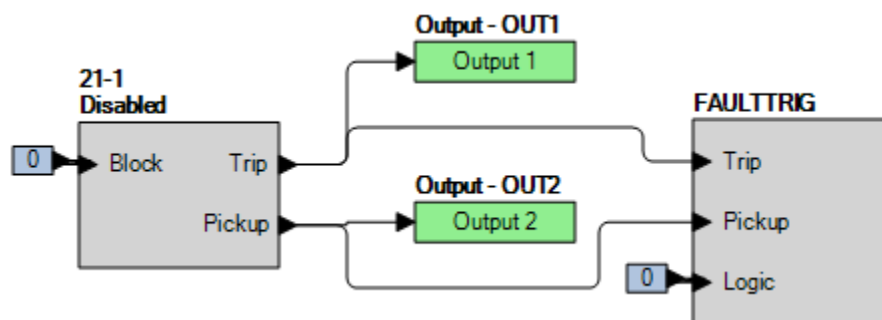

Figure 80-1. Paramètres BESTLogicPi^{us}
Étape 2 : Utilisez BESTCOMSPi^{us} pour configurer la Logique programmable BESTLogicPi^{us} illustrée dans la Figure 80-1.
Étape 4 : Préparez la surveillance de l'exécution de la fonction 21-1. Cette exécution peut être vérifiée en surveillant la sortie OUT1 (voir Figure 80-1).